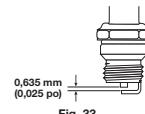

Fig. 33
4. Remplacez toute bougie fendillée, encrassée ou sale. Réglez l'écartement à **0,635 mm (0,025 po)** à l'aide d'une jauge d'épaisseur (Fig. 33).